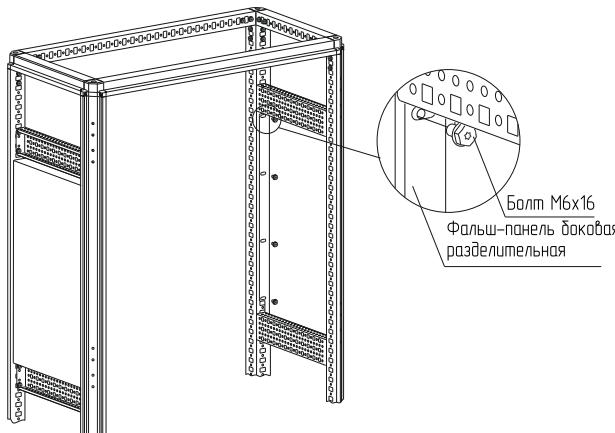

Рисунок 42
– вариант 1. Болтами M6×16 (рисунок 42). Момент затяжки – 7 Н·м. Болты приобретаются отдельно;